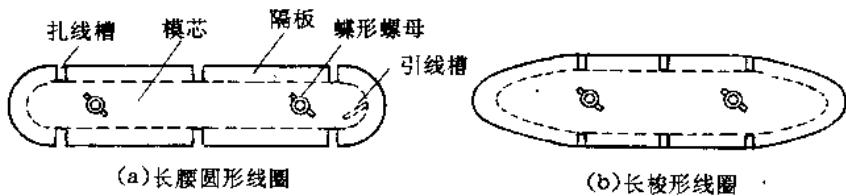

图 1-14 直流电动机电枢绕组的绕线模
(2) 直流电动机电枢绕组的绕线模 中、大型直流电动机电枢绕组的线圈元件才用绕线模绕制,其线模如图 1-14 所示。电枢绕组绕线模制作方法与前面所述的梭形或腰圆形绕线模相同;只是形状上有些差别。图 1-14(a)是长腰圆形绕线模;而图 1-14(b)为长梭形绕线模。